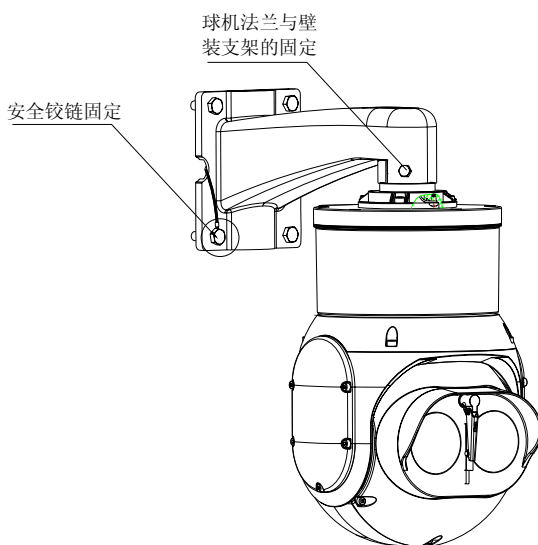

图 6-7 安装示意图
1. 将安全铰链与壁装支架同时固定，并确认连接牢固，如图 6-7 所示；